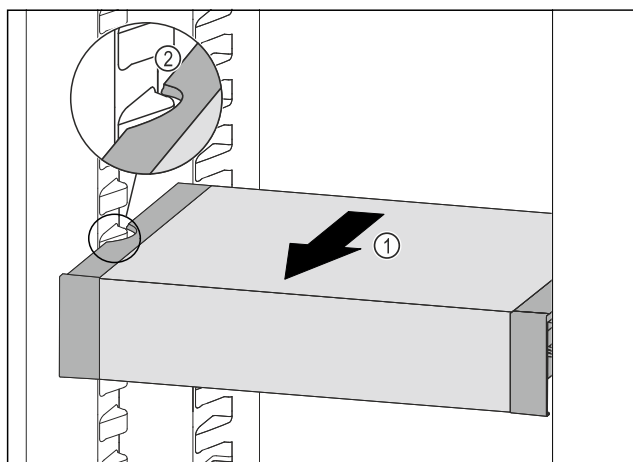

Fig. 133
- Ladicu VarioSafe vucite prema naprijed Fig. 133 (1) sve dok se bočni otvori ladice VarioSafe ne nađu na visini žlijeba spremnika u hladnjaku. Fig. 133 (2)